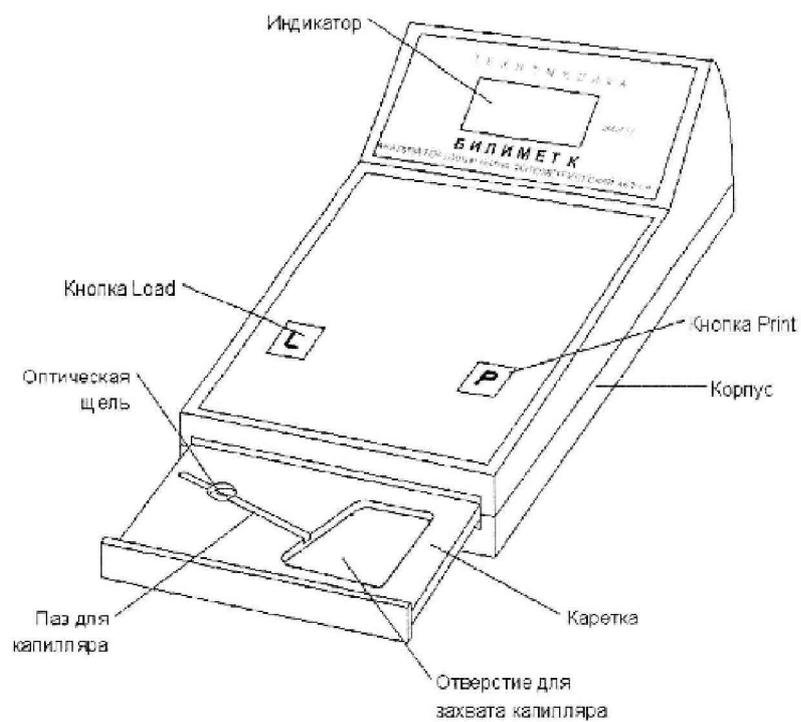
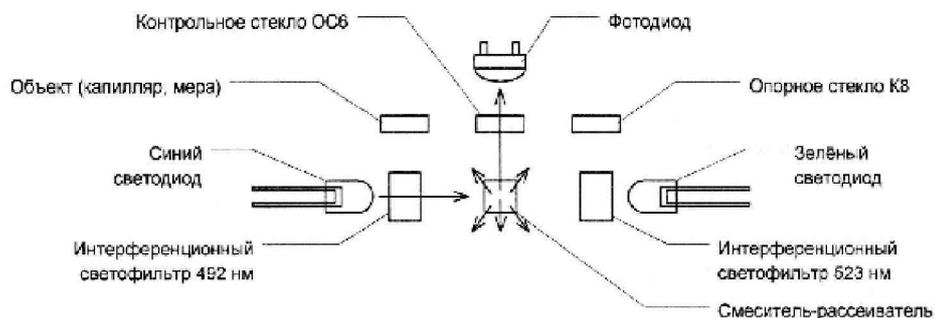

Рис. 1. Внешний вид прибора (с выдвинутой кареткой)
Рис. 2. Оптическая схема прибора
5.2 Прибор выполнен в виде настольного переносного блока (Рис. 1.). Во внешнем пластмассовом корпусе находится корпус оптического блока с кареткой. К корпусу оптического блока крепится плата измерений и плата с индикатором. К нижней части оптического блока крепится блок осветителей, состоящий из двух светодиодов, двух светофильтров и смесителя-рассеивателя. Каретка, перемещающаяся при помощи электромотора, имеет три положения: 1 – для измерения оптической плотности капилляра, 2 - для измерения оптической плотности встроеного контрольного стекла ОС6 и 3 - для измерения оптической плотности опорного стекла К8 (Рис. 2.). Контрольное стекло ОС6 служит для проверки и автоматической калибровки прибора, которые производятся в каждом измерительном цикле. При фотометрировании стекла ОС6 определяется возможное изменение оптических параметров прибора и это изменение компенсируются при расчете концентрации билирубина. Если изменение превышает допустимую величину, то на дисплей выводится сообщение об ошибке «Егг».